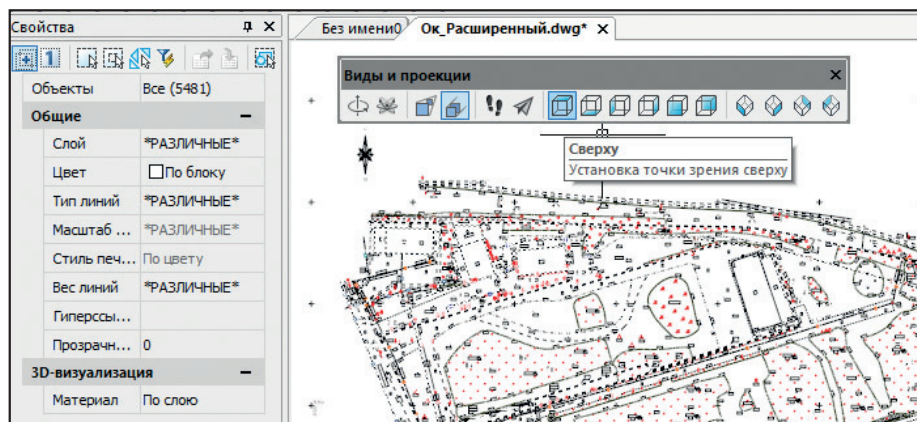

Рис. 10
2. После выделения всех объектов, которые находятся за пределами нулевой плоскости, переключаемся на вид сверху (это важно, иначе функция сплющит нам чертеж не на ту плоскость) и, не снимая селекции объектов, вызываем функцию *Конвертация в 2D* (рис. 10).